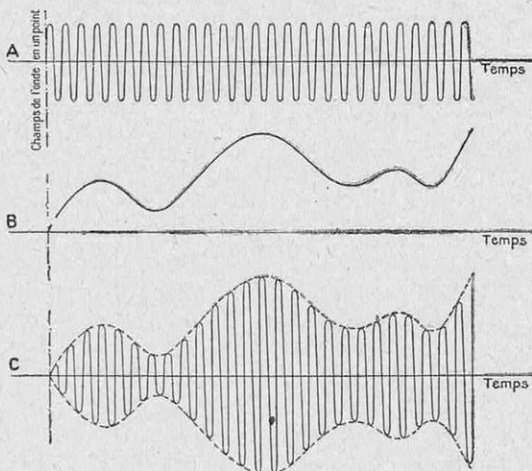

FIG. 6. — ONDES ÉLECTROMAGNÉTIQUES ET ONDES SONORES
Cette antenne ainsi « accordée » sur la longueur d'onde que l'on veut émettre, va propager une onde extrêmement complexe, résultant de l'action du microphone sur l'émission entretenue (fig. 6). On réalise ainsi des *ondes entretenues à amplitudes variables* et telles que la courbe des maxima soit semblable à celle représentant les ondes sonores ayant frappé la membrane microphonique : c'est le principe de la *modulation* (1).